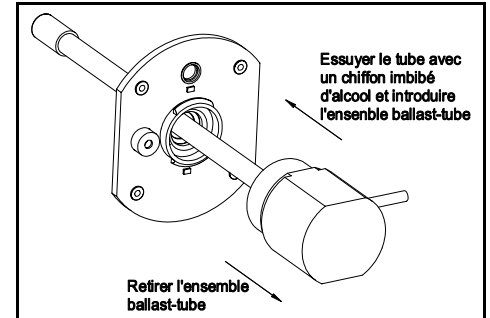

Figure 5
8. Essuyer le tube avec le chiffon imbibé d'alcool, inclus dans l'emballage. Puis insérer le tube au travers du trou central du support de montage. (Voir la Figure 5) Le cordon d'alimentation doit être orienté à 90° par rapport au regard du support de montage.
2. Retirer le ballast et le tube du support de montage. (Voir la Figure 5)
7. Introduire le tube dans l'orifice central du support de montage. (Voir la Figure 5)